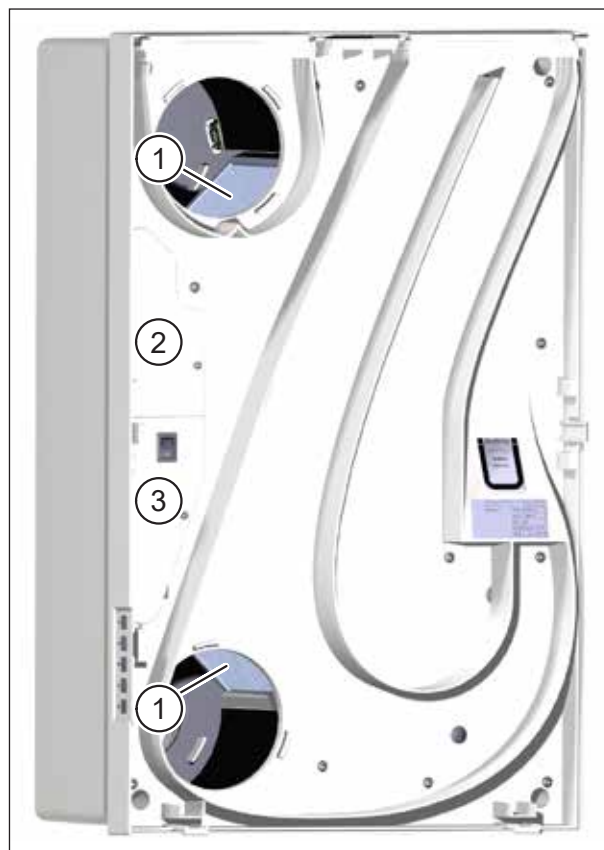

Fig. 15 : Vérifier l'état de propreté de l'échangeur thermique
- Vérifiez l'état de propreté de l'échangeur thermique (pos. 1 dans Fig. 15) par inspection visuelle.
- Ne retirez en aucun cas le couvercle supérieur (pos. 2 dans Fig. 15) ou inférieur (pos. 3 dans Fig. 15) du système électronique.